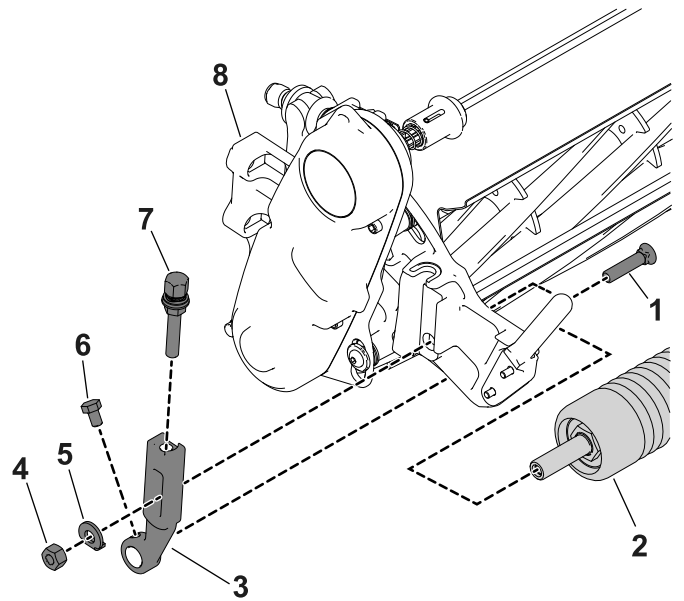

Bild 2
1. Lockern Sie die Befestigungsschrauben am Mähwerk, mit denen jedes Ende der Frontrolle an den Schnitthöhenarmen befestigt ist (Bild 2).
2. Entfernen Sie die Senkschrauben, Scheiben und Sicherungsmuttern, mit denen die Schnitthöhenarme an jedem Ende der Schneideinheit befestigt sind (Bild 2). Entfernen Sie die Schnitthöhenarme und die Rolle.